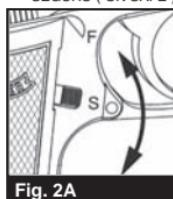

Fig. 2A
Seguro - Vea el Fig. 2A y 2B
- Empuje el seguro hacia abajo hasta que apunte hacia la “S” y cubra el punto rojo. (Fig. 2A) **El seguro no está en MODO SEGURO a menos que esté empujado completamente hacia abajo y el punto ROJO ya NO se vea.**